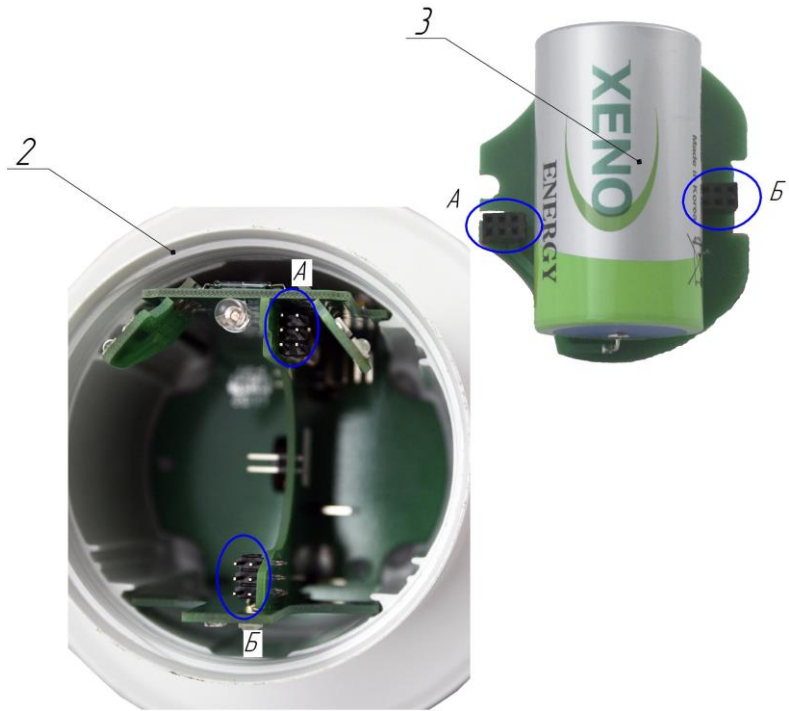

Рисунок 2.3
- 2) Вставить новый батарейный блок в корпус индикатора, установив до упора батарейный блок на разъемы А-А, Б-Б (Рисунок 2.3);